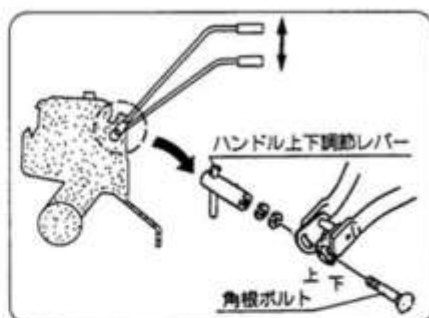

図19
- 運転者にあわせてハンドルをあわせることができ、常に楽な姿勢で運転ができるようになっています。高さの調節はハンドル上下調節レバーを緩めて角根ボルトを上下に差し替えてください。(図19)